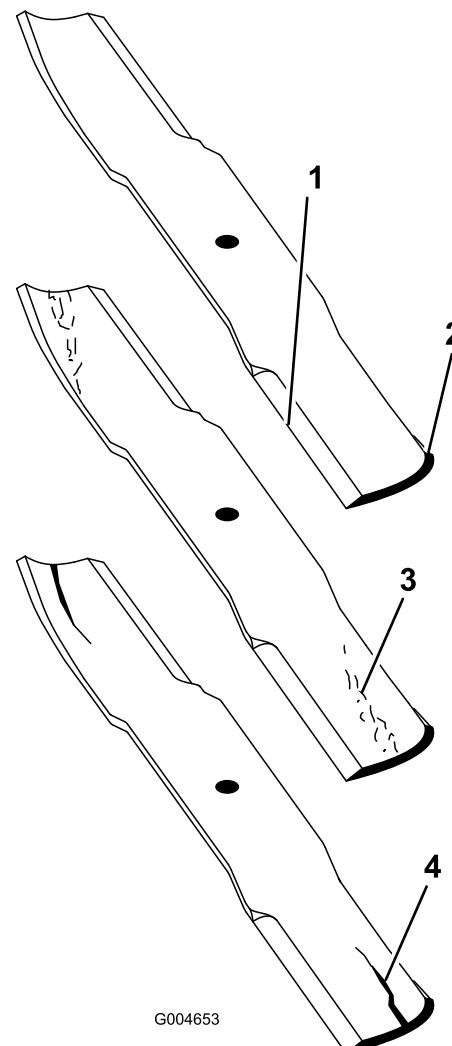

Figura 73
1. Controllate i taglienti (Figura 73). Se i taglienti non sono affilati o mostrano delle tacche, togliete le lame e affilatele. Vedere Affilatura delle lame \(pagina 41\).
2. Controllate le lame, in particolare la costa (Figura 73). In caso di danni, usura o scanalature
nell'area (Figura 73), montate immediatamente una nuova lama.